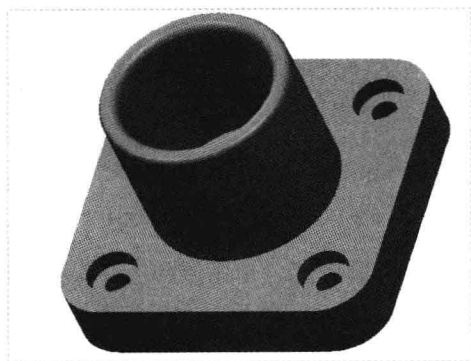

图 18-13 创建倒圆角特征 2
Step 12 执行操作后，单击“应用并保存在工具中所做的所有更改，然后关闭工具操控板”按钮，完成倒圆角特征的创建，如图 18-13 所示。